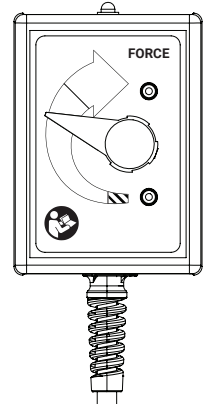

Figure 7
3. Utiliser la télécommande pour contrôler la limite de la force de traction* (Fig. 7) Augmenter ou diminuer la limite de la force de traction en tournant le cadran. La zone verte correspond à un fonctionnement continu, alors que la zone jaune ne doit être utilisée que de façon intermittente lorsqu'une force supplémentaire est nécessaire.